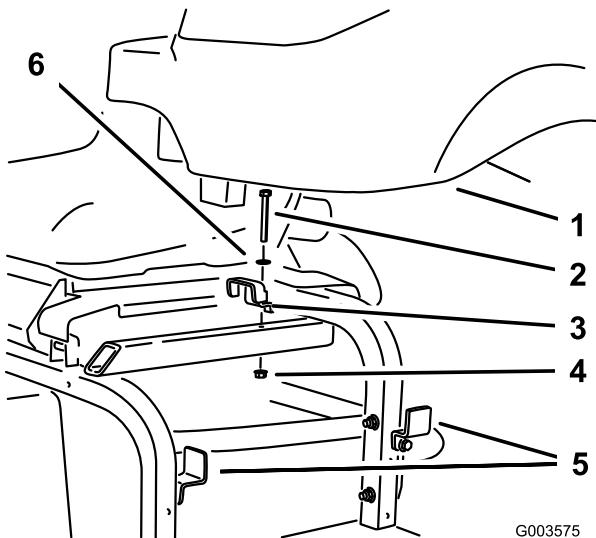

Figure 23
2. Fixez le réservoir hydraulique au cadre au moyen des supports déposés et desserrés précédemment (Figure 23).